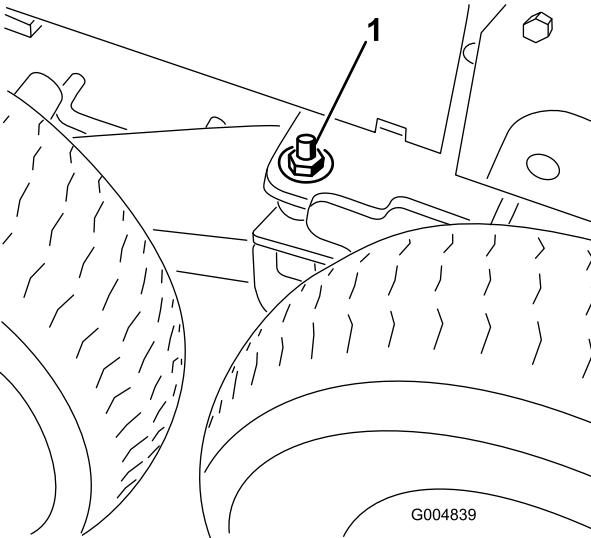

Figura 75
7. Retire a porca de bloqueio de 1/2 pol. e a anilha plana da soldagem da articulação bogie direita e esquerda para destrancar a articulação (Figura 75).
- Baixe o apoio de solo até a soldagem da articulação bogie se mover o suficiente de modo a que a anilha plana de 1/2 pol. e a porca de bloqueio possam ser instaladas no perno e enroscadas manualmente em ambos os lados da máquina (Figura 75).